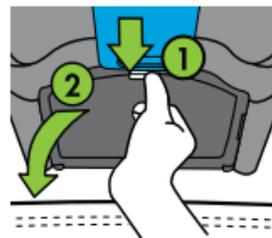

Figure 34
Ouvrez la porte du bac DUA en appuyant et en maintenant le haut de la languette de verrouillage (1), puis en tournant la porte du bac DUA vers le bas (2), comme indiqué dans la **Figure 34**.